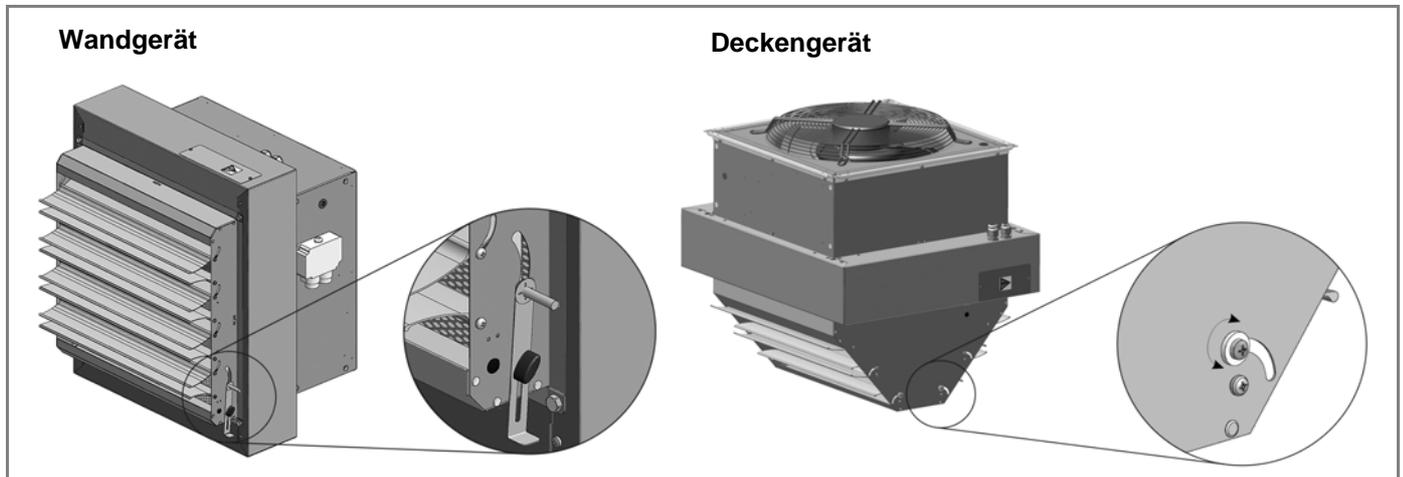

Abb. 8-3: Manuelle Einstellung der Sekundärluftjalousie
- Abb. 8-3 Manuelle Einstellung